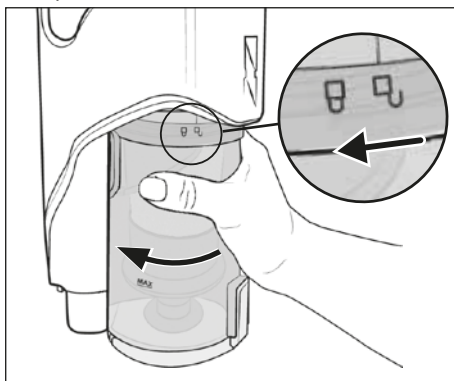

Abb. 16
- 1) Um den Staubbehälter **7** vom Gerät zu entfernen, drehen Sie ihn in Richtung des Symbols  (öffnen), bis er sich vom Gerät lösen lässt (siehe Abb. 16).